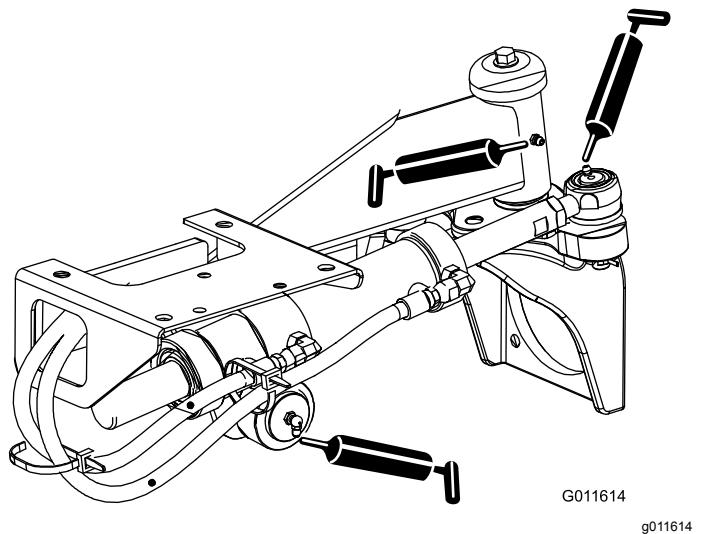

Figura 53
- Articulaciones esféricas del cilindro de dirección (2) y eje trasero (1) (Figura 53)